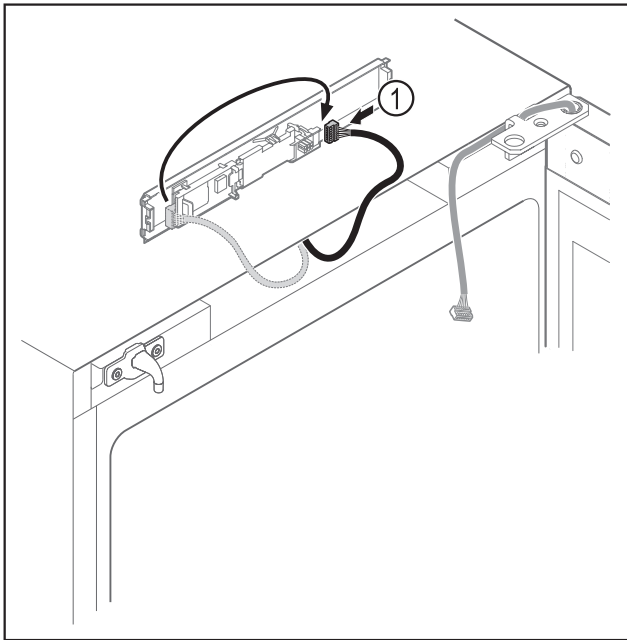

Fig. 16
- Přepojte zástrčku Fig. 16 (1) na desce.